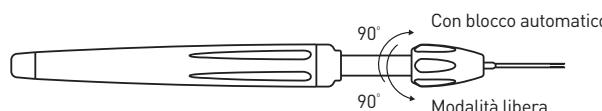

Figura 3: modalità del manipolo
- Verificare il funzionamento di entrambe le modalità operative del manipolo (modalità libera e con blocco automatico). Comutare le modalità ruotando la parte superiore del manipolo di 90° (vedere la figura 3).